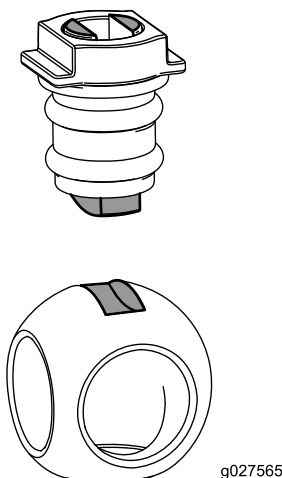

Figure 118
6. Insérez la bille dans le corps de la vanne (Figure 118).
Remarque: La tige de la vanne doit entrer dans la fente d'entraînement de la bille. Si la tige de la vanne ne rentre pas, ajustez la position de la bille (Figure 118).